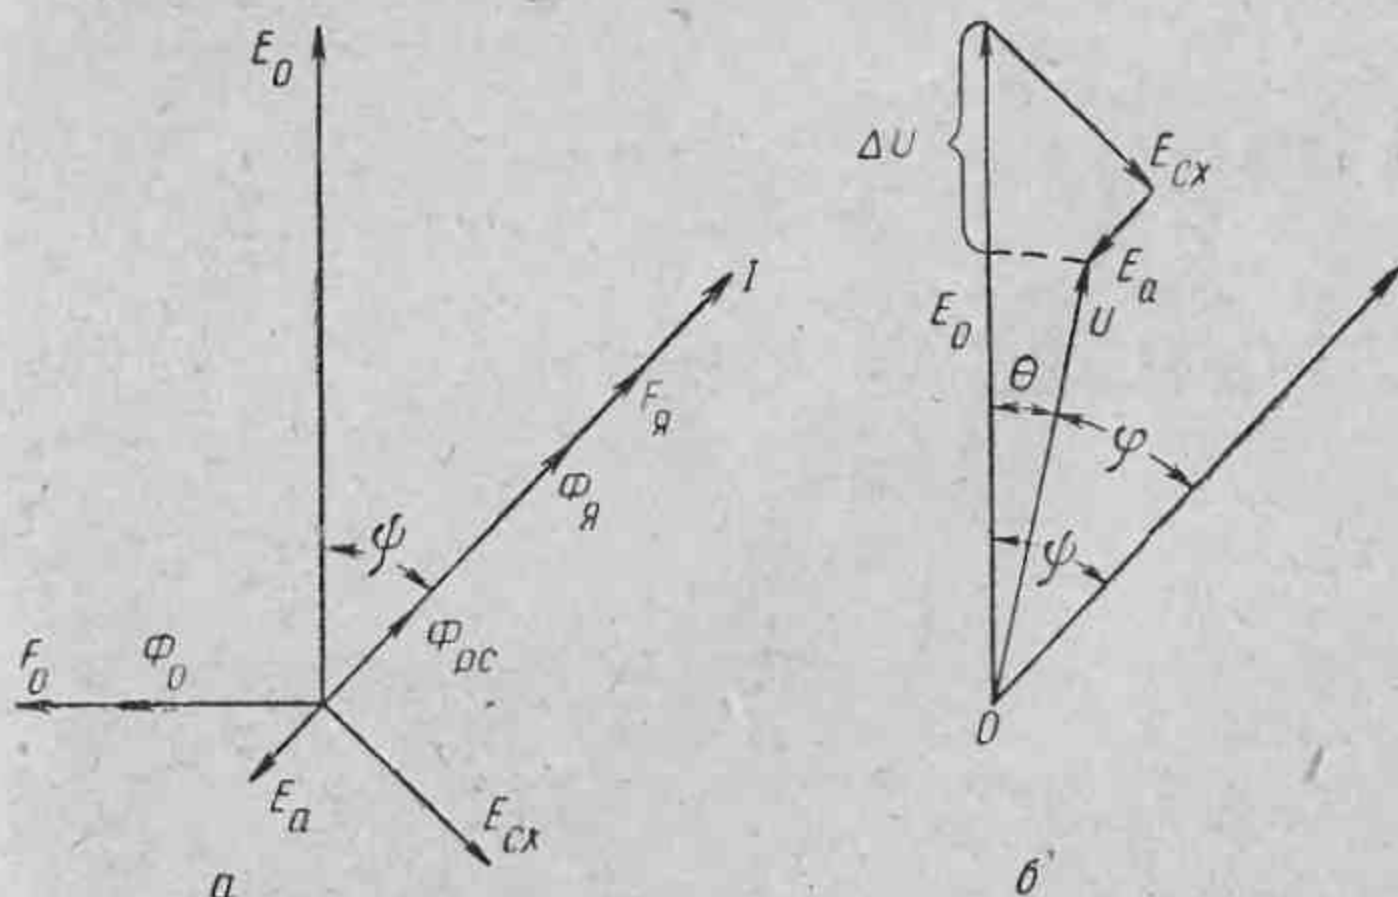

Рис. 153. Векторные диаграммы синхронного генератора с неявно выраженными полюсами при активно-индуктивной нагрузке:
то есть э. д. с. реакции якоря и э. д. с. рассеяния учитывают вместе (рис. 153, а), а уравнение э. д. с. для синхронного генератора с неявно выраженными полюсами имеет следующий вид:
На основании уравнения э. д. с. (119) строят векторную диаграмму для синхронного генератора с неявно выраженными полюсами (рис. 153, б), работающего на активно-индуктивную нагрузку, т. е. с отстающим током I .
Векторную диаграмму строим, используя диаграмму м. д. с. (рис. 153, а). Для этого откладываем вектор э. д. с. E_0 , а под углом ψ к нему — вектор тока I . От конца вектора E_0 перпендикулярно к вектору тока откладываем вектор $E_{сх}$, а от конца вектора $E_{сх}$ — вектор E_a параллельно вектору тока I , но в противоположном направлении. Соединив конец вектора E_a с точкой 0, находим вектор напряжения U .